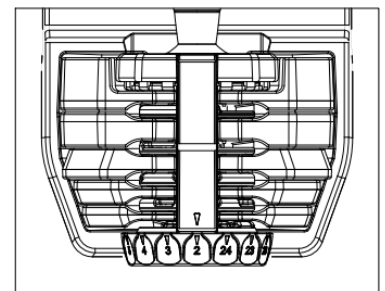

Figure 1
1. La poignée de l'haltère étant en place sur la base de l'haltère, tournez les deux boutons de réglage jusqu'au chiffre le plus bas (figure 1). Vous saurez que vous avez entièrement et correctement sélectionné le numéro lorsque vous sentirez les boutons de réglage s'engager dans les encoches (appelées crans). Vous devez également entendre un léger déclic à la position du cran correspondant à chaque chiffre.